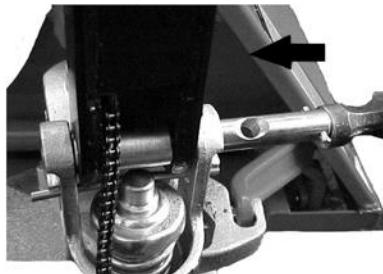

Abb. 6 Montieren der Achse
- a)** Führen Sie die Deichsel (1) in den Pumpenkolben ein, dann verwenden Sie einen Hammer, um die Achse mit dem Loch in die Hydraulikpumpe und die Deichsel einzusetzen (Abb. 6).